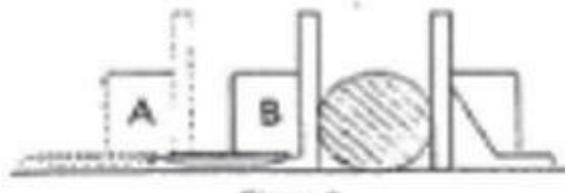

Figura 28: Cambio de posición.
- Cuando la sección 1 de la segueta esté demasiado gastada, puede cambiar la posición de la prensa desde A hacia B como se muestra en la figura 28.